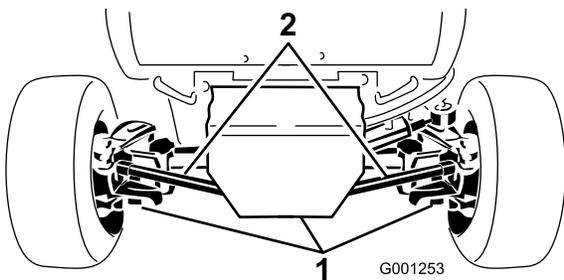

図 59
2. ドレンプラグ3個の周辺をウェスできれいにぬぐう 図 59。